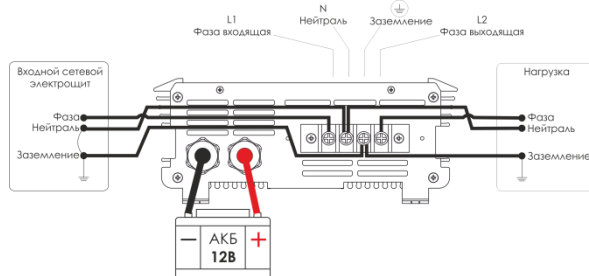

Рисунок 1 Схема подключения ИБПС
6.3 Проведите подключение ИБПС, предварительно сняв защитный кожух с клеммной колодки, согласно Рис. 1, соблюдая правила электробезопасности.